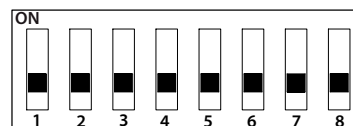

Fig. 3.f
**Configurazione Dip switch:** la configurazione deve essere eseguita prima di mettere in funzione l'umidificatore (posizione di default rappresentata in Fig. 3.f).